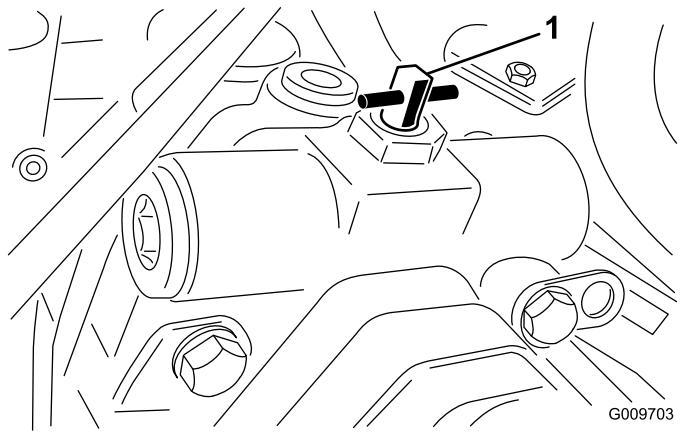

图 40
3. 将旁通阀向任一方向旋转 90° $\frac{1}{4}$ 圈打开旁通阀让液压油在内部分流 **图 40**。
2. 将旁通阀向任一方向旋转 $90^{\circ}\frac{1}{4}$ 圈打开旁通阀让液压油在内部分流 图 40。